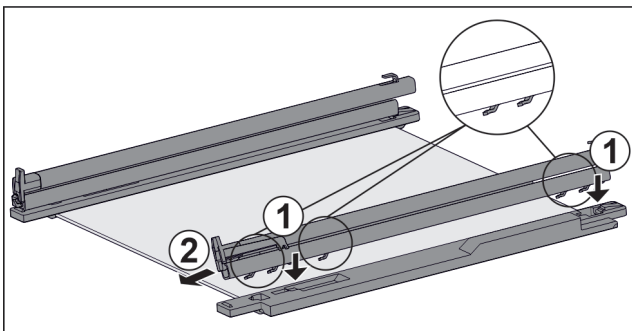

Fig. 100 Glasplatte mit Schienen und Halteteilen
- ▶ Haken der Schiene auf die Öffnungen des **linken** Halteteils setzen. Fig. 100 (1)
- ▶ Schiene nach vorne ziehen. Fig. 100 (2)
- ▶ Haken der Schiene auf die Öffnungen des **rechten** Halteteils setzen. Fig. 100 (1)